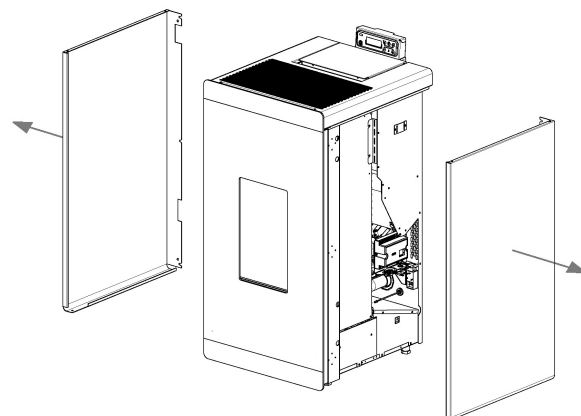

Fig. 75 - Dépose des côtés
- Retirer les flancs (voir **Fig. 75**).